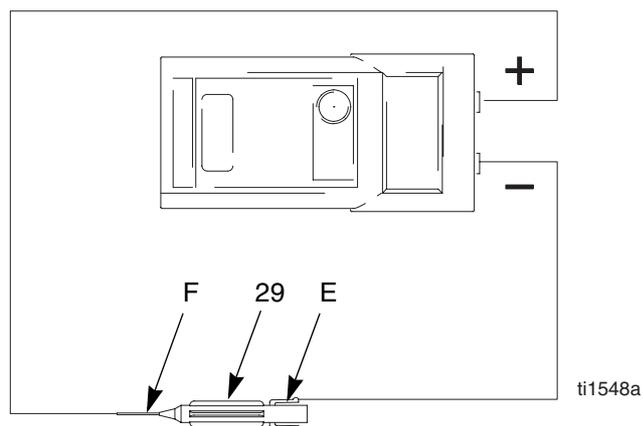

Fig. 7. Électrode
4. Démontez l'électrode (29), page 26. Mesurer la résistance entre le contact (E) et le fil d'électrode (F). La résistance devrait être de 20-30 mégohms. Si elle se situe en dehors de cette plage, remplacer l'électrode. Voir Fig. 7.